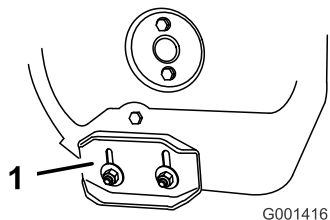

Рисунок 43
3. Ослабьте затяжку гаек, крепящих оба полоза к боковинам шнека, так, чтобы шнек мог легко перемещаться вверх и вниз (Рисунок 43).